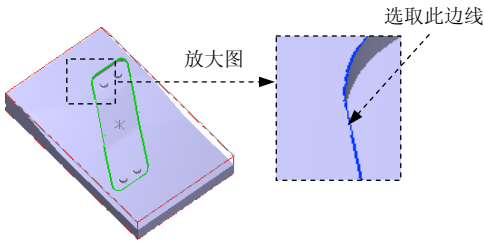

图 14.17 选取切削范围边线 1
(2) 设置加工边界。在 **边界范围** 区域中单击  按钮, 系统弹出“串连选项”对话框。在图形区中选取图 14.17 所示的边线和图 14.18 所示的边线, 单击  按钮, 系统返回至“刀具路径的曲面选取”对话框。
(3) 单击  按钮, 完成加工区域的设置, 同时系统弹出“曲面精加工平行铣削”对话框。